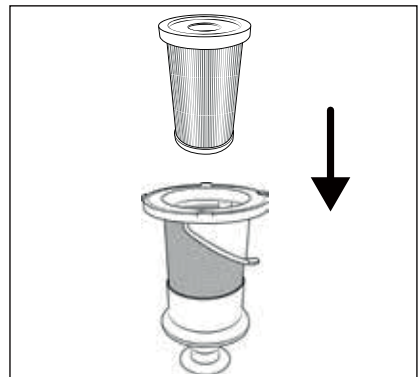

Abb. 22
① Hinweis:
- 7) Setzen Sie den HEPA-Filter **5** in den Edelstahlfilter **6** ein (siehe Abb. 22).